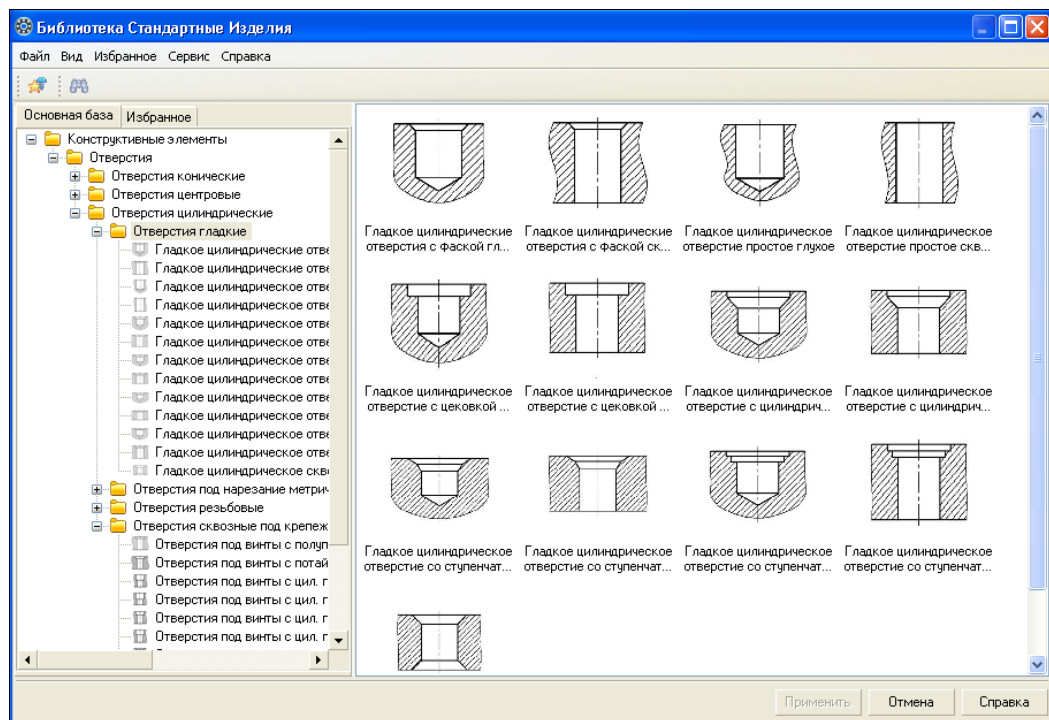

Рис. 26.20. Диалоговое окно **Библиотека Стандартные Изделия**
- ♦ щелкните в Области свойств по папке **Отверстия цилиндрические**. Папка раскроется еще на четыре папки. Раскройте папку **Отверстия гладкие** (рис. 26.20);